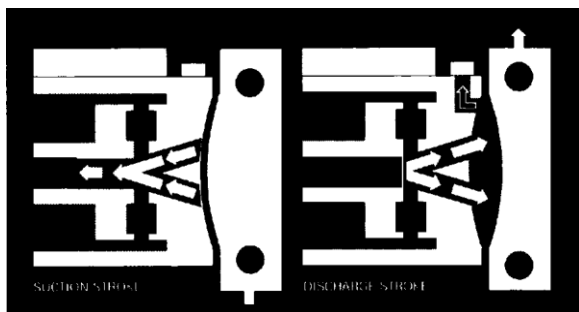

Fig. 1
2.1 OVERALL OPERATION - Figure 1